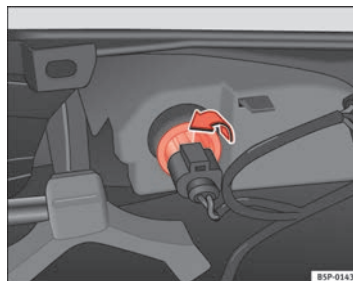

Fig. 193 Feu de la face intérieure du pare-chocs
- Tournez la douille d'ampoule vers la gauche puis retirez-la dans le sens de la flèche ⇒ fig. 193.